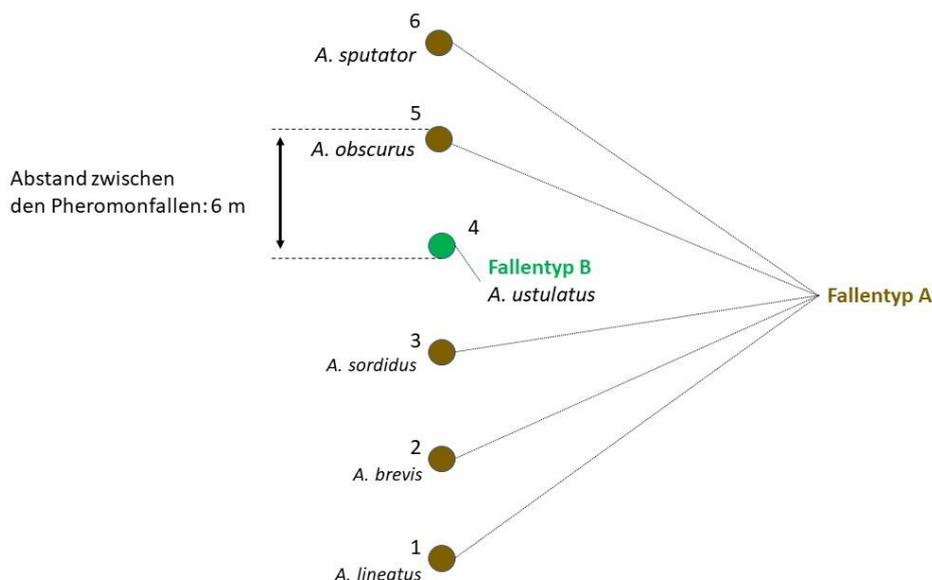

Abbildung 1 - Anlage des Pheromonfallentransekts
Dabei wird pro Art jeweils eine Pheromonfalle verwendet. Die Fallen werden hintereinander in einer Linie (=Transekt) mit einem Abstand von jeweils 6m zueinander aufgestellt (siehe Abbildung 1).
Falle 4 (Typ B - *A. ustulatus*) wird an der 4. Position im Transekt mit einem Holzpflock in einer Höhe von 0,3m – 1m im Boden verankert. Die **Basis der Pheromonfalle** sollte **NICHT auf dem Erdboden aufliegen**, damit sich kein Wasser in der Falle sammeln kann (siehe Plan in Abbildung 1, siehe auch Abbildung 4).
- Übersichtsplan der Fallenreihenfolge (Siehe Abbildung 1)